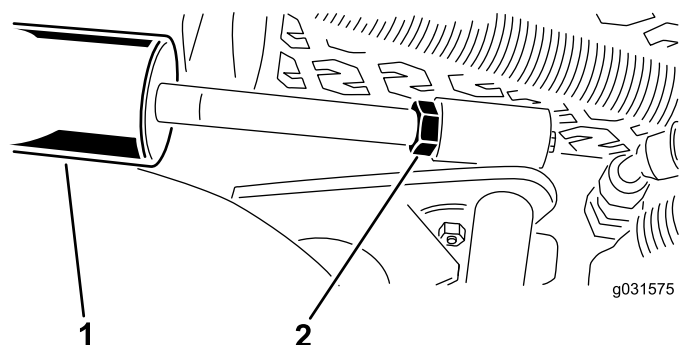

Рисунок 16
- A. Опустите режущие блоки и ослабьте затяжку контргайки на цилиндре (Рисунок 16).